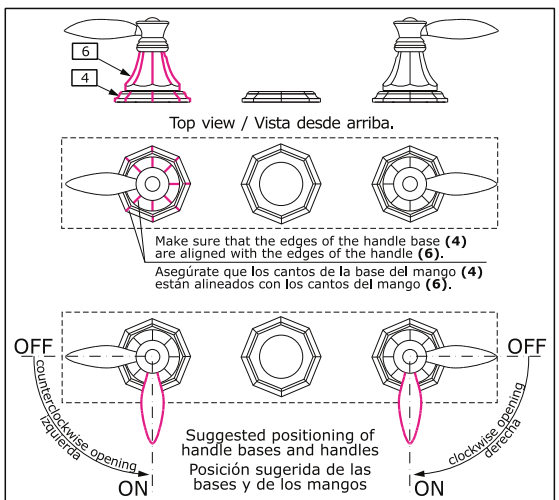

FIG. 3b
- ➔ Thread flanged nut (2) all the way down on the valve (1).
- ➔ Put in washer (3) on the valve (1) until it comes to rest on flanged nut (2).
- ➔ Insert the valve (1) up through the hole in the deck. Thread onto the valve the handle base (4).
- ➔ Make sure that the o-ring (5) is correctly positioned in the groove in the bottom of the base (4).
- ➔ Then place the handle (6) on the splines of the valve head, check that the distance 'H' is sufficient to allow elements (4) and (6) to fit properly; if not, remove handle (6), and adjust the distance 'H' with the flange nut (2) and handle base (4). Put the handle base (4) in the position shown on the fig. 3b; the desired aesthetical effect will be achieved then.
- ➔ Baja la tuerca (2) hasta la válvula (1).
- ➔ Pon la arandela (3) sobre la válvula (1) hasta que se apoye sobre la tuerca (2).
- ➔ Mete la válvula (1) a través del agujero. Mete la base del mango (4) sobre la válvula.
- ➔ Asegúrate de que el anillo (5) está correctamente colocado en la ranura en el fondo de la base (4).
- ➔ Entonces coloca el mango (6) sobre los salientes de la cabeza de la válvula, controla si la distancia 'H' es suficiente para que los elementos (4) i (6) estén bien unidos; si la distancia es inadecuada, quita el mango (6) y ajusta la distancia 'H' con la tuerca (2) y la base del mango (4). Coloca la base del mango (4) en la posición indicada en la fig. 3b; así alcanzamos el efecto estético deseado.